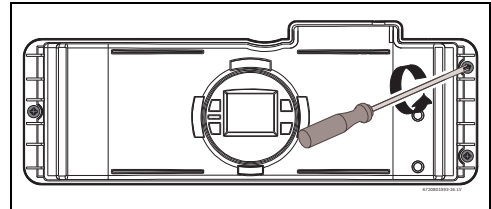
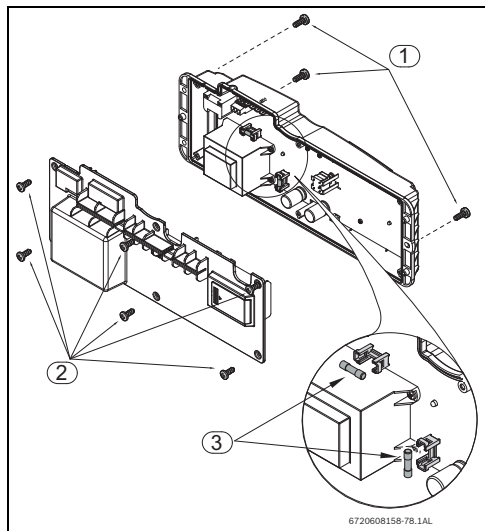

Fig. 47
Fig. 48 Ubicazione dei fusibili
- Svitare le tre viti nella parte frontale della centralina elettronica (Fig. 47 e Fig. 48 , pos.1).
- ▶ Rimuovere la centralina elettronica per accedere alle sei viti, presso la parte posteriore e rimuoverle (Fig. 48 , pos. 2).
- ▶ Dopo aver controllato i fusibili (Fig. 48 , pos.3) rimontare tutte le parti, seguendo l'ordine inverso.